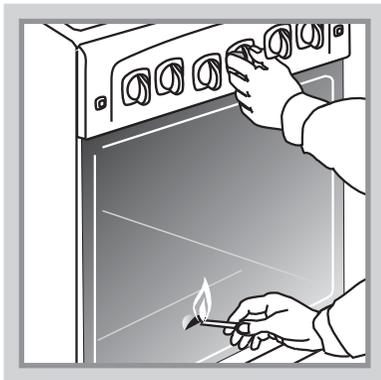

Рис.3
- Для розжига горелки духовки поднесите зажженную спичку к окну запальника, поверните ручку крана в положение "максимальное пламя" и нажмите до упора (Рис. 3).